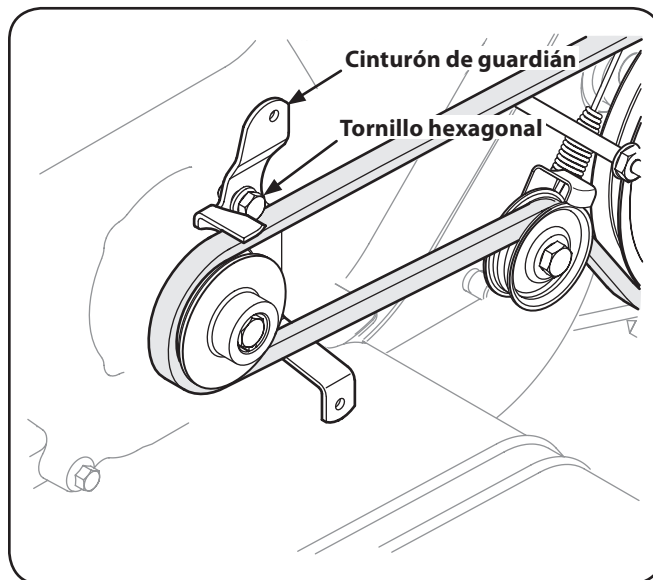

Figura 7-3
4. El uso de un ½ "llave, retire el tornillo hexagonal de fijación del cinturón de guardián en el motor. Vea la Figura 7-3.